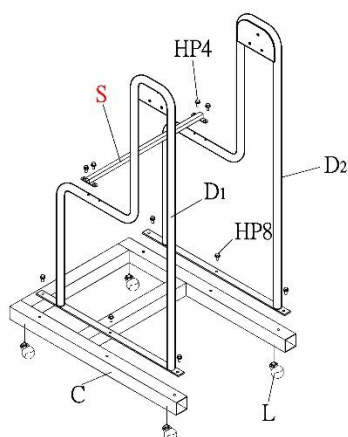

Figure 3
1. Installez quatre roulettes (L) sur la base (C). Voir la Figure 3.
2. Installez les montants gauche et droit (D1,D2) sur la base (C) avec les écrous à bride (HP8).
3. Installez le support de montant (S) sur la base (C) avec les écrous à bride (HP4).